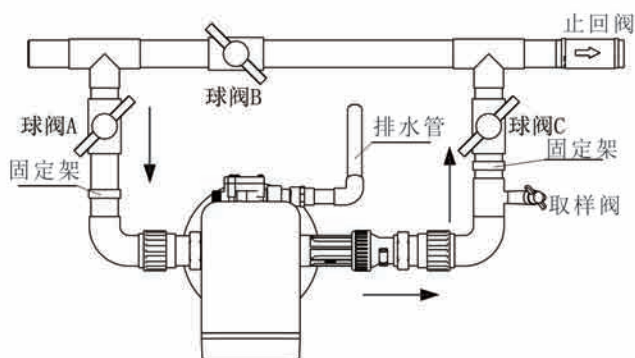

图1-3
④安装进水管
- 如图1-3所示，在进水口、出水口、进出水口管路中间接入球阀A、球阀B、球阀C、取样阀和止回阀。
如图1-3，用与排水口或排水接头对应口径的UPVC管与排水口连接，排水管口直接排到排水沟，排水沟与排水管口位置应如图1-4所示。